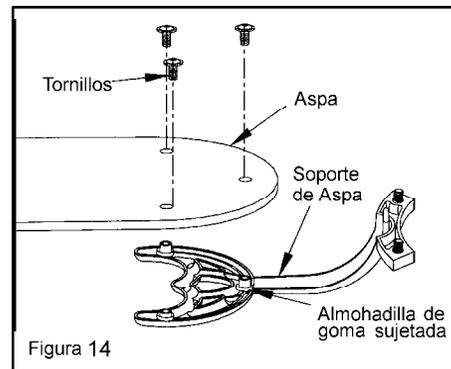

Figura 14
Paso 1 Liga la aspa al soporte de la aspa usando los tornillos como mostrado en la Figura 14. Nota que las arandelas ya están sujetadas al soporte de la aspa. Repetá esto con los dos últimos tornillos.